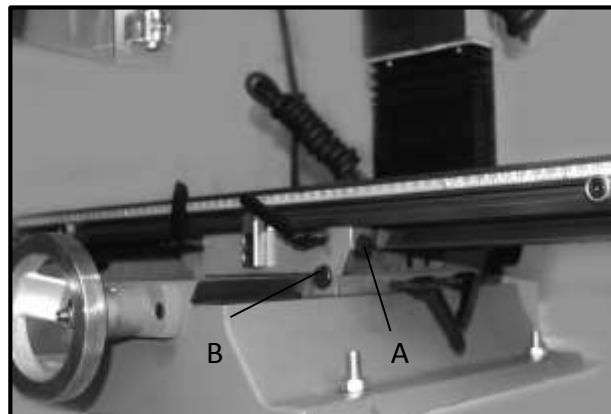

Рис. 17
1. Настройку поперечного хода производить при помощи винтов (А, Рис. 17), продольного хода – винтов (В, Рис. 17).